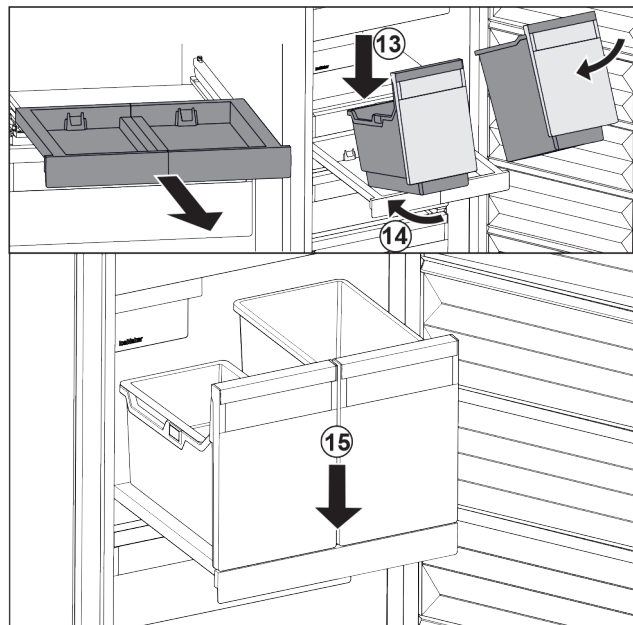

Fig. 47
- Sæt beholderne skråt på udtrækshylden. Fig. 47 (13)
- Skub beholderne skråt bagud. Fig. 47 (14)
- Sæt beholderne ned foran. Fig. 47 (15)